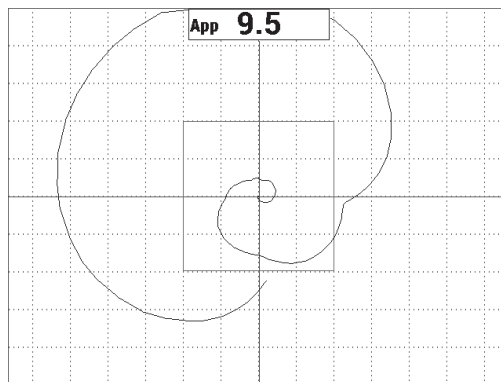

Figure 6-20 Affichage plein écran du balayage
5. Appuyez sur la touche FULL NEXT (→) pour afficher l'écran complet, et puis balayez de nouveau au-dessus des défauts (voir la Figure 6-20 à la page 148).